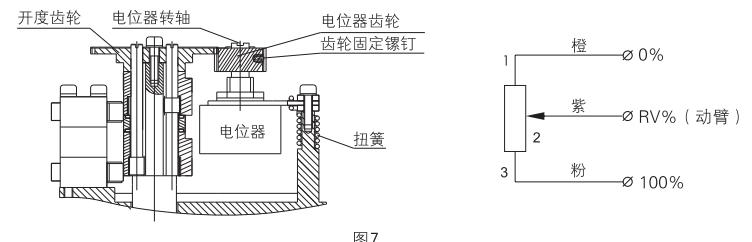

图7
### 3、电位器的调整 (图7) 适用于C、D型
- ①用手柄驱动执行机构向中间位置运行使指针正指向50%刻度线。
②使电位器齿轮和开度齿轮啮合好 (齿轮固定螺钉朝向朝外，易于锁紧)。
③如图7，用万用表测量电位器始端和终端阻值 (电位器1、3脚间阻值)，记下阻值R。
④将万用表两表笔分别接在电位器动臂 (电位器2脚) 和另外任意一端上，用平口起子缓缓转动电位器转轴，观察万用表读数，当阻值为 $R/2 \pm 2\Omega$ 时，停止调整电位器转轴，并锁紧齿轮固定螺钉。